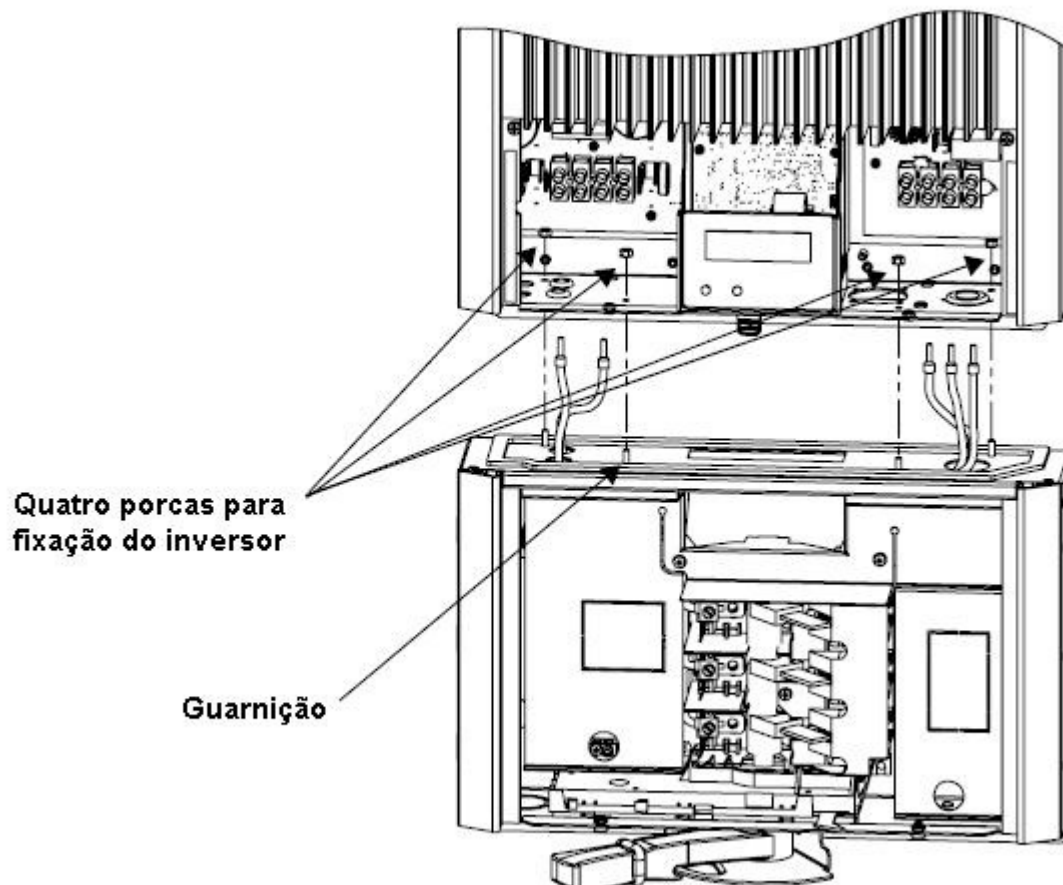

Figura 6-4: Caixa de conexões e Inversor removível
7. Internamente ao Inversor, remova as quatro porcas que fixam o Inversor à caixa de conexões. Veja a figura 6-4;